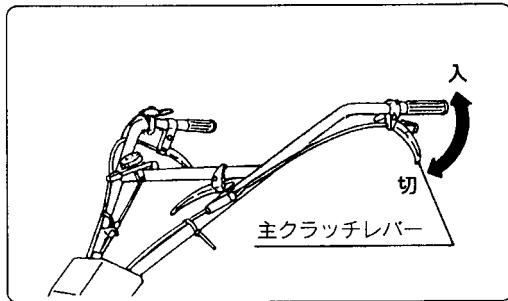

図1
(1) 始動のしかた
- ① 主クラッチレバーを「切」位置にします。(図1)